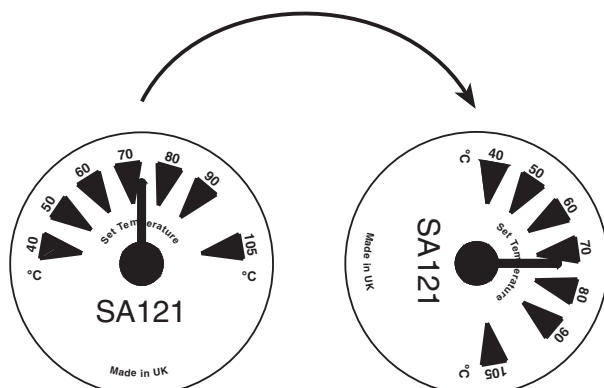

図4
4. 温度目盛り(4)を取外し、希望の角度に回転させます。図4